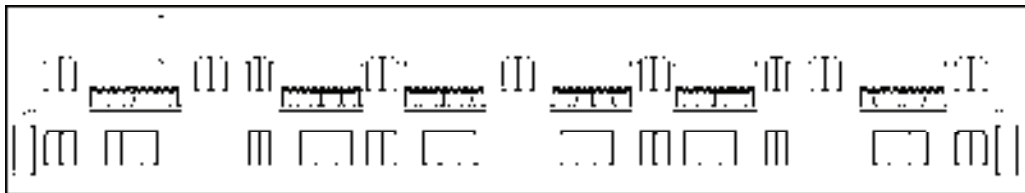

图 14-146 延伸线段
21) 调用“删除”命令，删除线段；调用“偏移”命令，偏移线段；调用“延伸”命令，延伸线段，结果如图 14-146 所示。